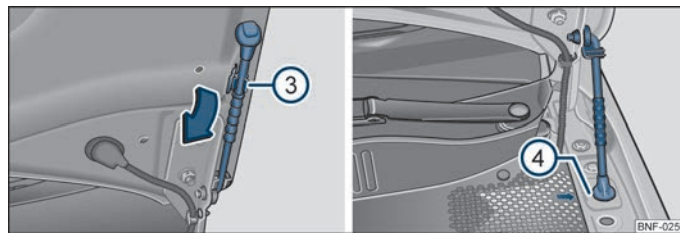

Fig. 91 Sikring af motorhjelm
- Tag holderen til motorhjælmen ③ ⇒ Fig. 91 ud af holderen i pilens retning, og sikr den åbne motorhjelm ved at indsætte enden af holderen til motorhjælmen i den dertil beregnede åbning ④ ⇒ Fig. 91.
- Løft motorhjælmen lidt, og hæng holderen til motorhjælmen ④ ud ⇒ Fig. 91. Tryk holderen til motorhjælmen ind i den dertil beregnede holder.